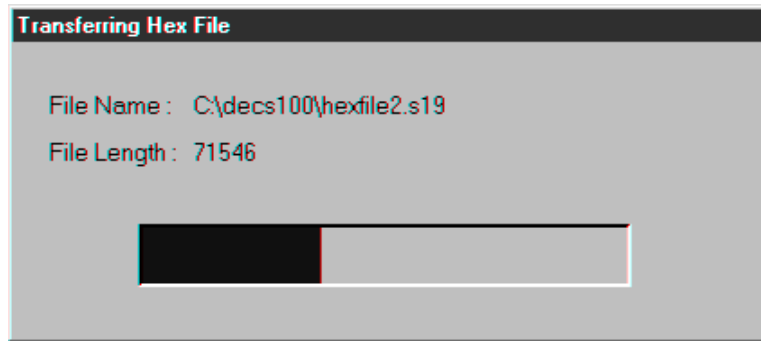

Figure 5-26. Avancement du transfert de fichier
6. Sélectionnez le fichier approprié pour le téléchargement et cliquez sur le bouton Ouvrir pour démarrer le transfert de fichiers. Une boîte de dialogue (Figure 5-26) indique la progression du transfert de fichiers.